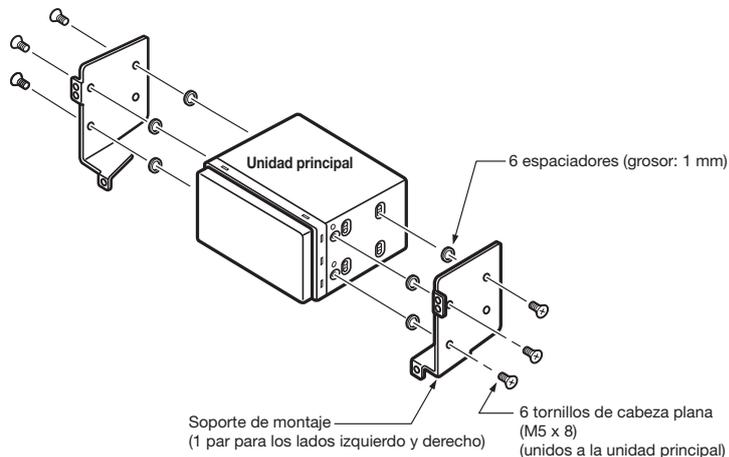

Figura 3
- Al instalar la unidad principal en vehículos NISSAN, utilice las piezas que vienen con la unidad y siga las instrucciones que se indican en la Figura 3.